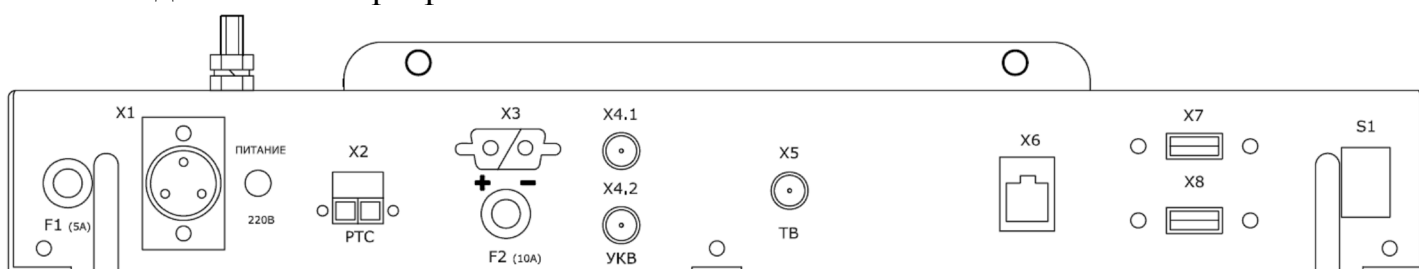

Рис. 4 Внешние разъемы сервера-1.01
6.3.2 При наличии напряжения в сети питания сервера-1.01, на его верхней панели горит светодиод «питание 220В» (см. рис.4).